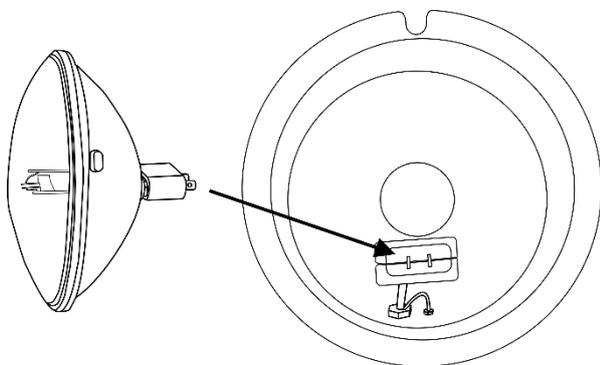

Fig. 05
- 05) Saque el soporte de la lámpara e inserte la lámpara (Fig. 05).